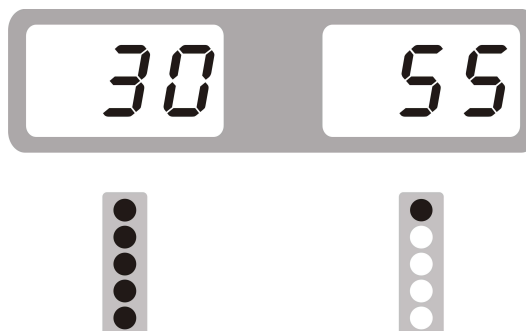

Рис.7
- 6) Медленно вращайте колесо против часовой стрелки до тех пор, пока внутренний индикатор дисбаланса не загорится полностью: в положении 12 часов находится дисбаланс, как показано на рисунках ниже. Прикрепите соответствующий балансировочный груз к внутренней стороне обода колеса. См. рис.7.